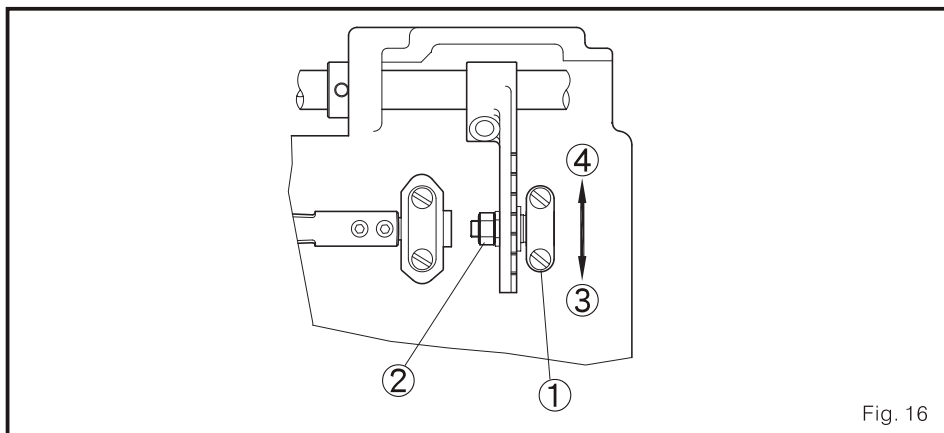

Fig. 16
2. solta a noz 2 da barra conector 1 (Fig. 16)